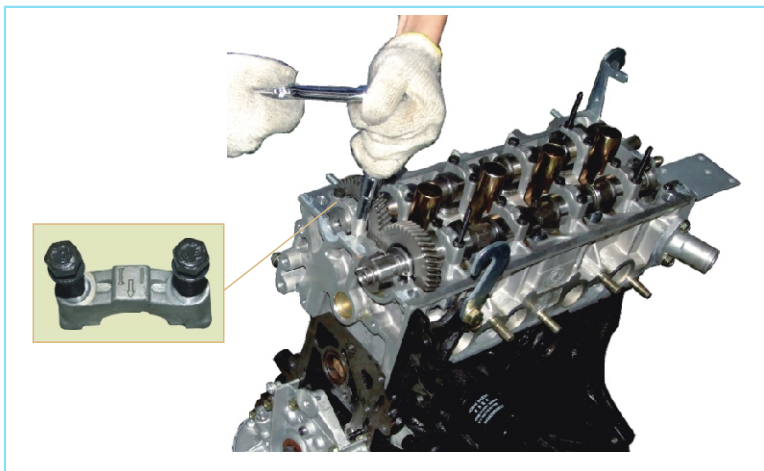

图2-118 安装1号轴承盖
- i. 进气凸轮轴轴承盖1号按箭头朝前安装（图2-118）；倘若1号轴承盖装不到位，不能良好配合，可用改锥撬动分开气缸盖与凸轮轴齿轮，并将凸轮轴齿轮向后推动。